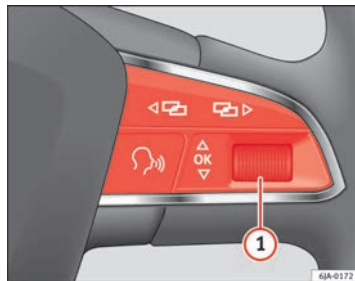

Fig. 35 Volante multifunzione: elementi di comando
- premendo brevemente la rotella destra del volante multifunzione **OK (1)** ⇒ fig. 35.
- Premere brevemente la rotella destra del volante multifunzione **OK** **1** ⇒ fig. 35.
- Girare la rotella destra del volante multifunzione ① ⇒ fig. 35. In questo modo, vengono visualizzate successivamente nel display le funzioni dell'indicatore multifunzione.
- Mantenere premuta la rotella destra del volante multifunzione OK ① ⇒ fig. 35.
girando la rotella destra del volante ① ⇒ fig. 35 viene mostrata l'ultima funzione visualizzata.
- Girare la rotella destra del volante multifunzione ① → fig. 35 e selezionare **Avvertenza velocità**.
- Girare la rotella destra del volante multifunzione **(1)** ⇒ fig. 35 e selezionare **Avvertenza velocità**.